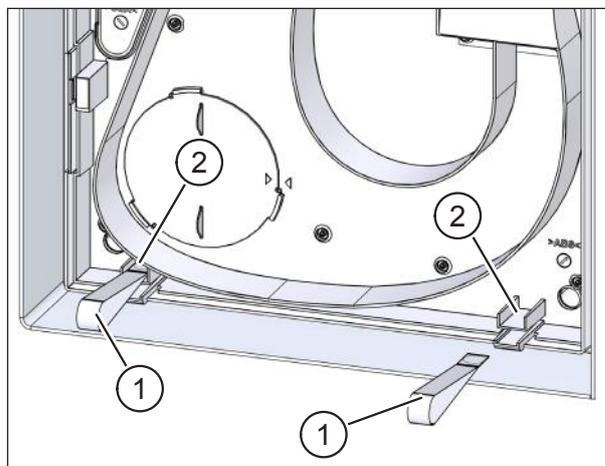

Рис. 43: приклеить вытяжные ремешки крышки установки
- ▶ Достаньте оба вытяжных ремешка крышки установки (поз. 1 на рис. 43) из набора адаптеров U².
- ▶ Приклейте ремешки на верхнюю часть держателей крышки (поз. 2 на рис. 43).
При внутристенном монтаже U² обратите внимание, чтобы вытяжные ремешки крышки (поз. 1 на рис. 43 на стр. 39) выступали за крышку установки.